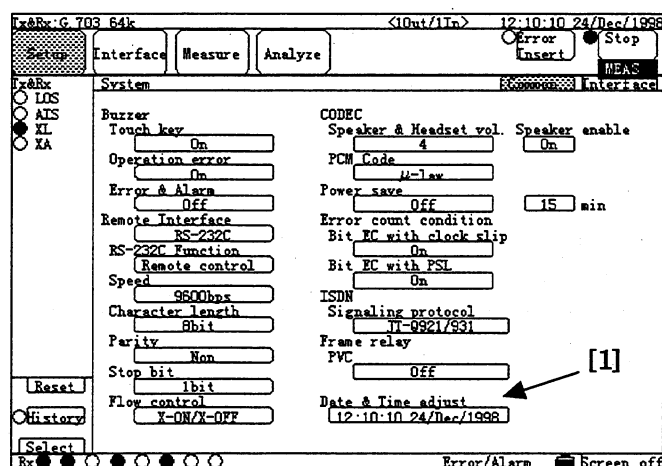

図 9.5-2 Setup:System 画面
- (2) "Date & Time Adjust"ボタン (図 9.5-2,[1])で、時間を設定します。このボタンを押すと以下のウインドウが開きます。